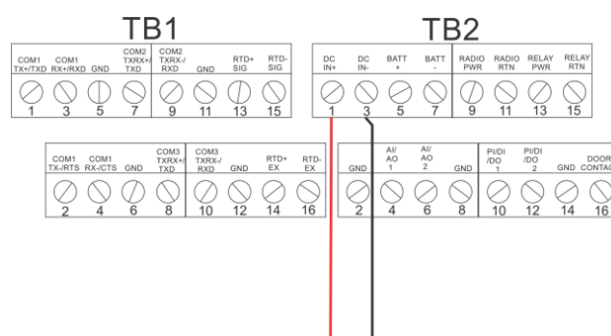

Figura 8. Cablaggio ad alimentazione c.c.
- Inserire e fissare ciascuna estremità spellata del filo nel relativo connettore (vedere *Figura 8*).